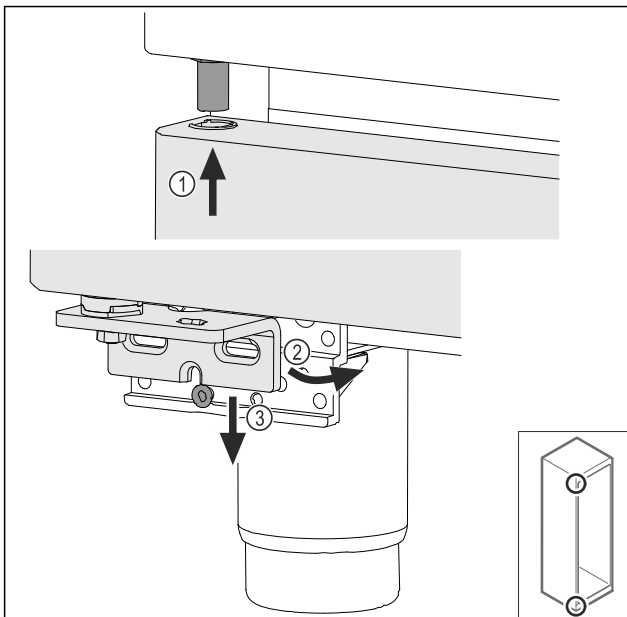

Fig. 39
- ▶ Introducir la puerta ligeramente inclinada en la parte superior Fig. 39 (1), alinear la puerta para que quede recta Fig. 39 (2) y colocarla en la parte inferior del tornillo de soporte de cojinetes Fig. 39 (3).